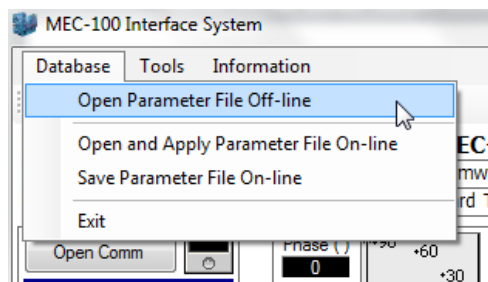

Fig. 5.6.3.a
- Hacer clic en la opción *Archivo* en la barra de menú del MEC-100 Interface System (véase la Fig. 5.6.3.a).